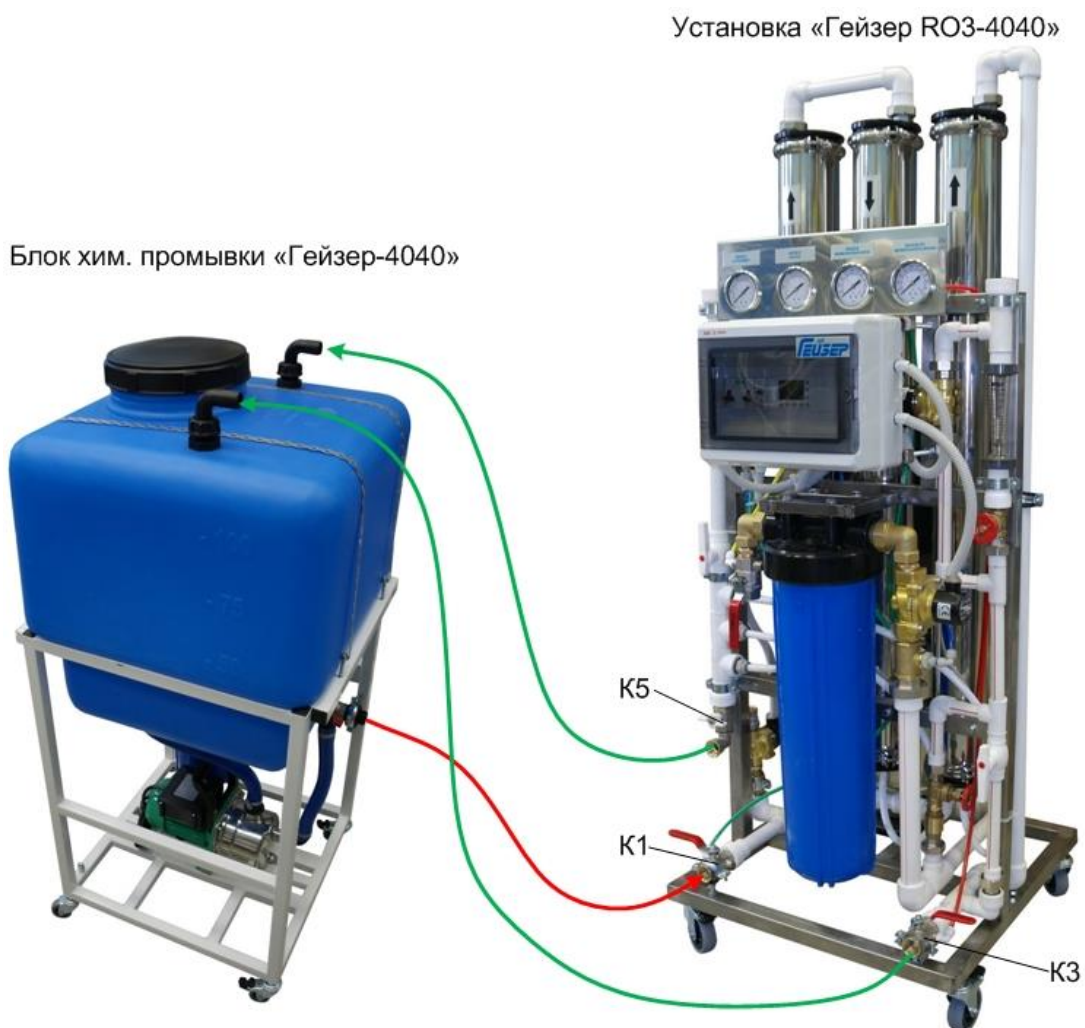

Рис.8 Подключение установки RO3-4040 к блоку химической мойки «Гейзер».
- Подключить дополнительный шланг одним концом к выходу картриджного фильтра на блоке химической мойки, а другим концом ко входу крана K1 (рис.8);
- Подсоединить два других дополнительных шланга к выходам кранов K3 и K5, а другие концы шлангов присоединить к емкости с моющим раствором на блоке химической мойки (рис.8);